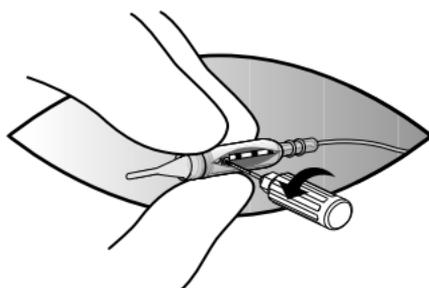

Figura 24. Desaperte o parafuso de fixação
6. Utilizando a chave dinamométrica, desaperte o parafuso de fixação do bloco de ligação dos parafusos de fixação, rodando a chave no sentido contrário ao dos ponteiros do relógio (cerca de uma volta) (Figura 24).